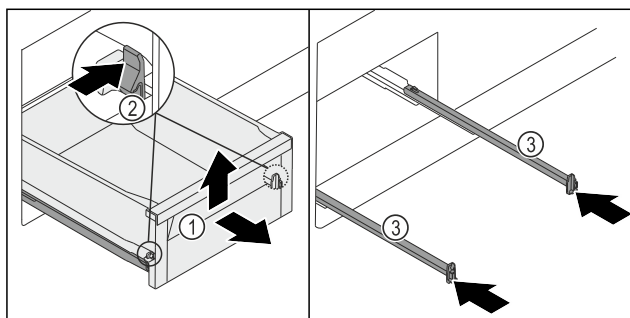

Fig. 127
- Изтеглете чекмеджето Fig. 127 (1) докрай.
- Натиснете скобата Fig. 127 (2) отляво и отдясно едновременно навътре.
- Чекмеджето Fig. 127 (1) се освобождава от релсите.
- Повдигнете нагоре чекмеджето Fig. 127 (1) отпред.
- Извадете чекмеджето Fig. 127 (1) напред.
- Вкарайте релсите Fig. 127 (3).